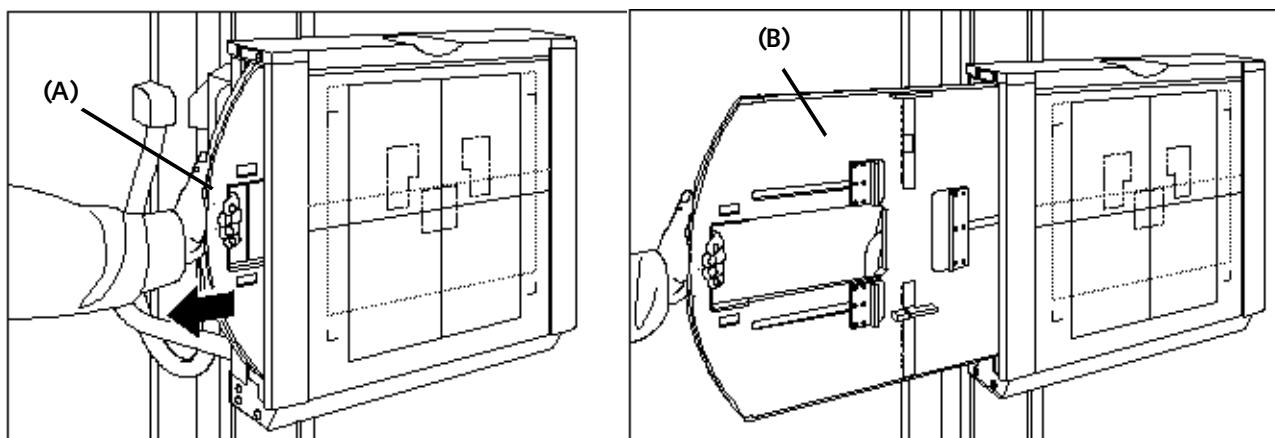

Fig. 3
- ◆ Presione la empuñadura de frenado en el asidero (A) para desbloquear la bandeja del bucky (B).
- ◆ Extraiga la bandeja del bucky (B) hasta que alcance la posición del tope (ver Fig. 3).